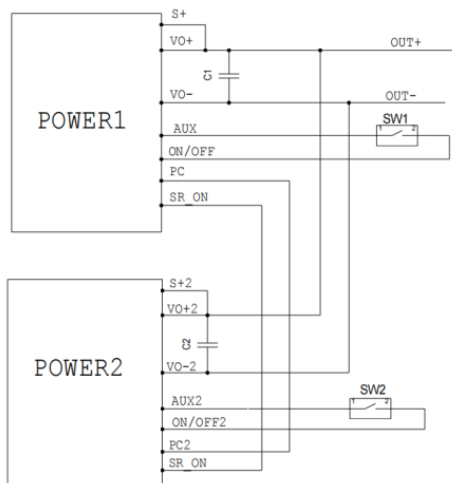

图9 电源并联使用连接方式
模块具有并联应用功能，将各电源模块的PC端子连接（走线尽量短），可实现模块间的输出电流均流；将各电源模块的SR ON端子连接，可实现模块间的同步起机功能。接线如下图9所示。
- 8) 多模块并联使用时，将各模块的 PC 信号端子尽量短的连接，需要注意走线远离干扰源，接线方法如图 9 所示。